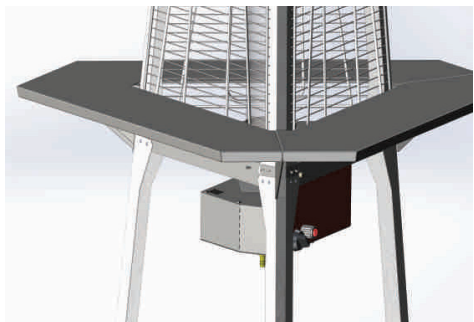

Рис. 9
8. повторите операцию 7 для закрепления последней подставки. Должно получиться следующее (Рис. 9);